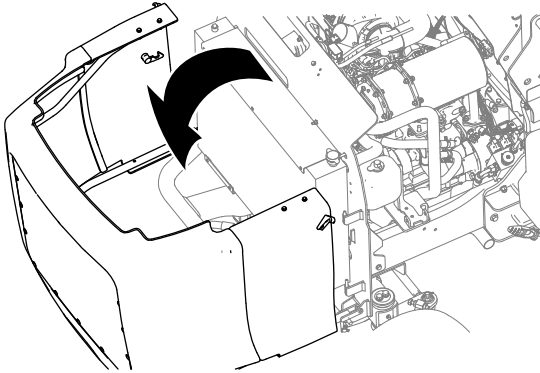

Figure 69
5. Déverrouillez et soulevez le capot (Figure 69).